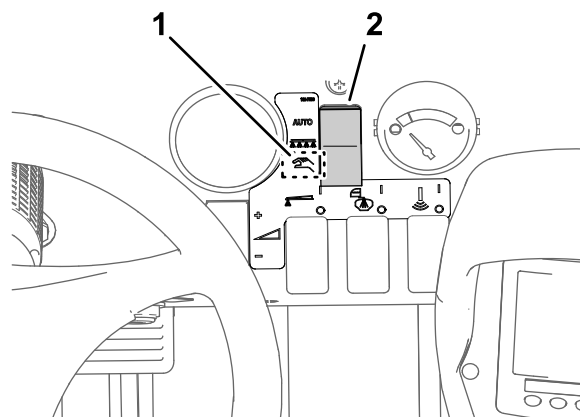

Bild 43
2. Stellen Sie die Taste für den Sprühmodus auf den manuellen Modus (Bild 43).